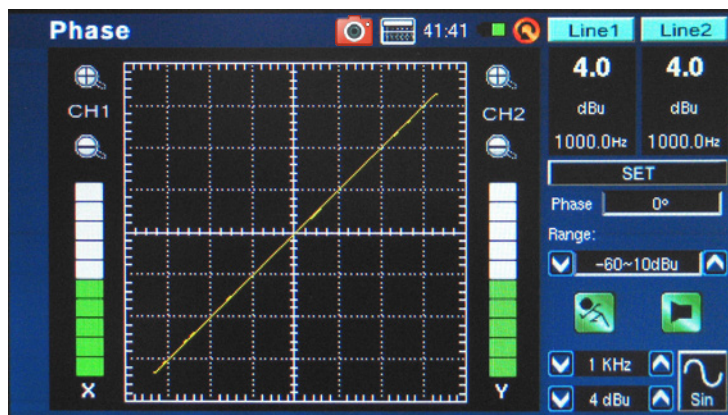

figure 51
5. 45°の傾きラインは完全にパンされたステレオ信号を表します。(または位相値0°です。図51参照)